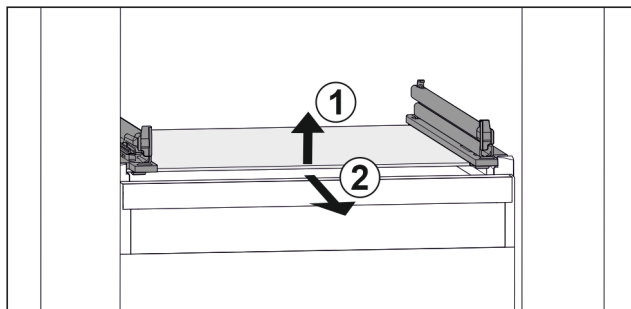

Fig. 149 Příklad znázornění skleněné desky
- ▶ Nadzvedněte skleněnou desku vpředu. Fig. 149 (1)
- ▶ Vyměňte skleněnou desku dopředu. Fig. 149 (2)